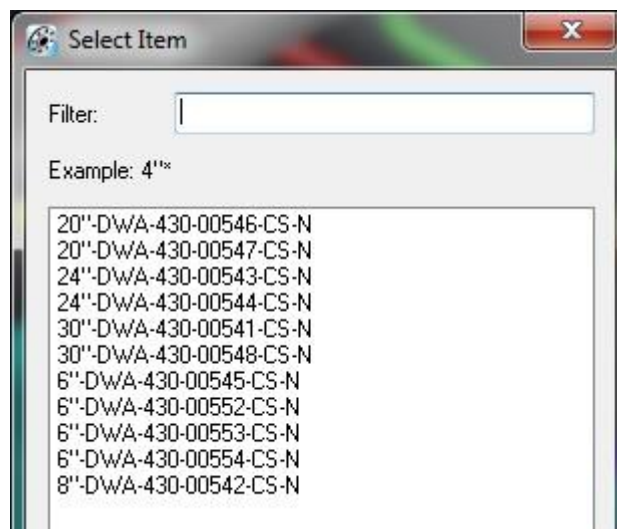

Figura 11. Lista de líneas
- Se configura previamente el *Isogen*, haga clic en "Isogen Batch", aparece una lista de líneas (ver figura 11), seleccione las líneas necesarias, acepte OK, aparece un mensaje de "Lines(s) completed sucesfully" y si desea puede abrir los archivos generados, acepte "Y".